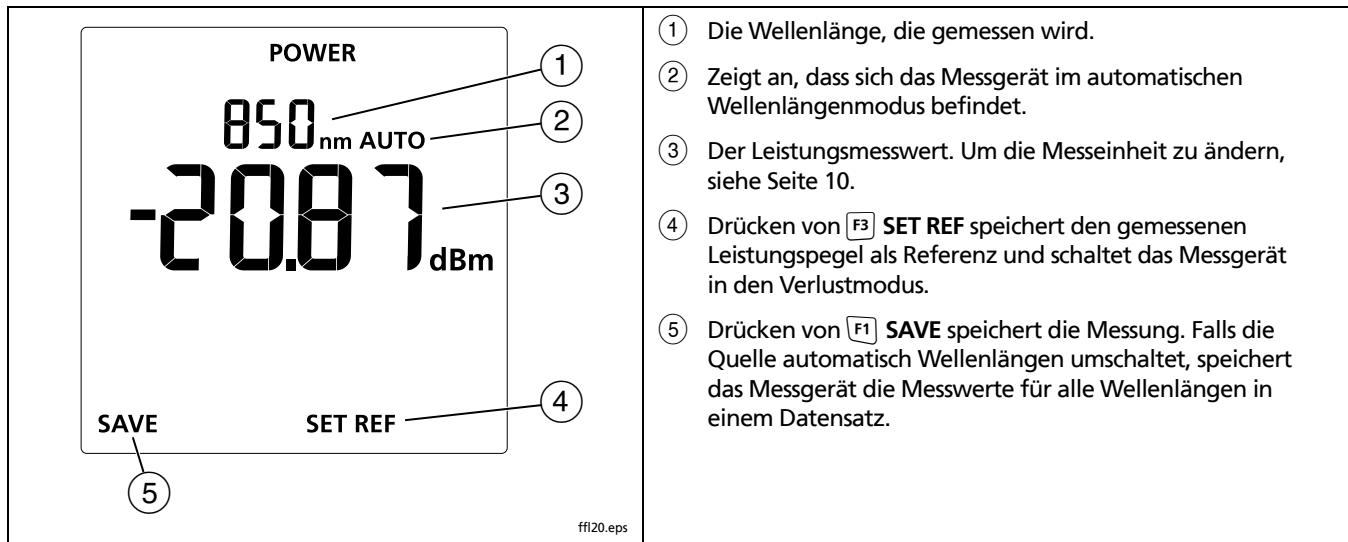

Abbildung 8. Anzeige des Leistungsmesswerts
- 2 Auf dem Messgerät  drücken, bis **POWER** erscheint (Abbildung 8).
- 5 Auf dem Messgerät  drücken, bis **POWER** erscheint (siehe Abbildung 8 auf Seite 21).